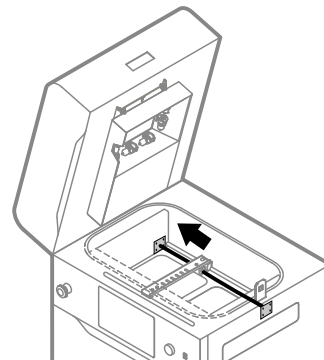

Abb. 12.16. Befestigen einer neuen Recoater-Kordel.
23. Befestige die Kordel mit den Schrauben auf der gegenüberliegenden Seite (Abb. 12.16).